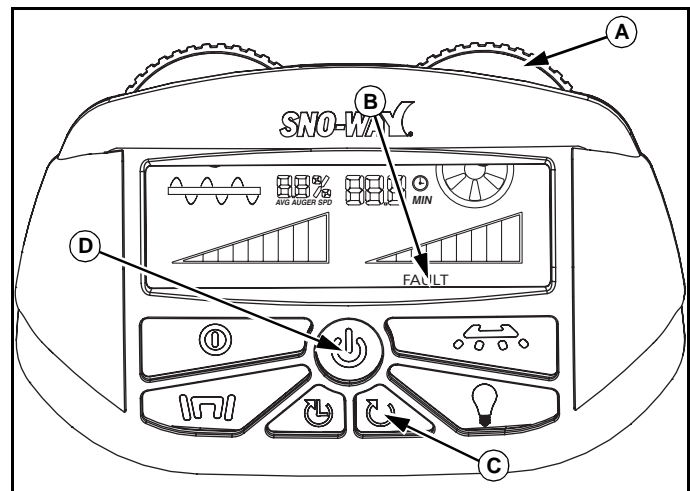

Abb. 1-19
Wenn der Rotor mit Streugut überlastet ist, dann wird das Wort FAULT (FEHLER) (A) auf dem Bildschirm angezeigt. Der rechte Rotordrehknopf  (B), die EIN-/Aus-Taste  (D) und die Fehlrücksetztaste  (C) blinken dann rot. Das Diagramm verschwindet und der Rotor versucht, die Blockierung zu beseitigen. Wenn die Blockierung beseitigt ist, nimmt der Streuer wieder seinen vorherigen Betrieb auf. Wenn die Blockierung nicht beseitigt wurde, gibt das Gerät einen Piepton ab und funktioniert nicht mehr. Das Wort FAULT (FEHLER) (B) bleibt auf dem Bildschirm beleuchtet. Der Rotordrehknopf und die Fehlrücksetztaste blinken rot, die Ein-/Aus-Taste ist konstant rot. (Siehe Abb. 1-19.)